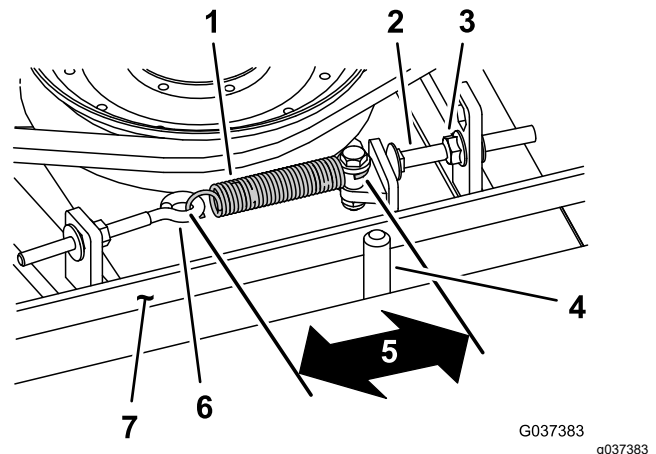

Bild 76
Bei richtiger Spannung sollte die Messung innen an der Verlängerungsfeder (Haken zu Haken) ungefähr $8,3 \text{ cm} \pm 9,5 \text{ cm}$ betragen. Wenn die Federspannung richtig ist, stellen Sie die Anschlagsschraube (Schlossschraube) ein, bis der Abstand zwischen dem Schraubenkopf und dem Spannarm ungefähr 2-5 mm beträgt (Bild 76).
Hinweis: Achten Sie darauf, dass der Riemen auf der Federseite der Riemenführung positioniert ist (Bild 76).
2. Lösen Sie den Augenbolzen, um die Verlängerungsfeder abzunehmen (Bild 76).
3. Lösen Sie die Bundmutter, mit der die Anschlagsschraube an der Befestigungsnase befestigt ist, und schieben Sie die Spannscheibe vom Riemen weg, um die Riemenspannung zu lösen (Bild 76).
9. Setzen Sie die Verlängerungsfeder (Bild 76) wieder in den Augenbolzen ein und spannen Sie den Riemen wie folgt: